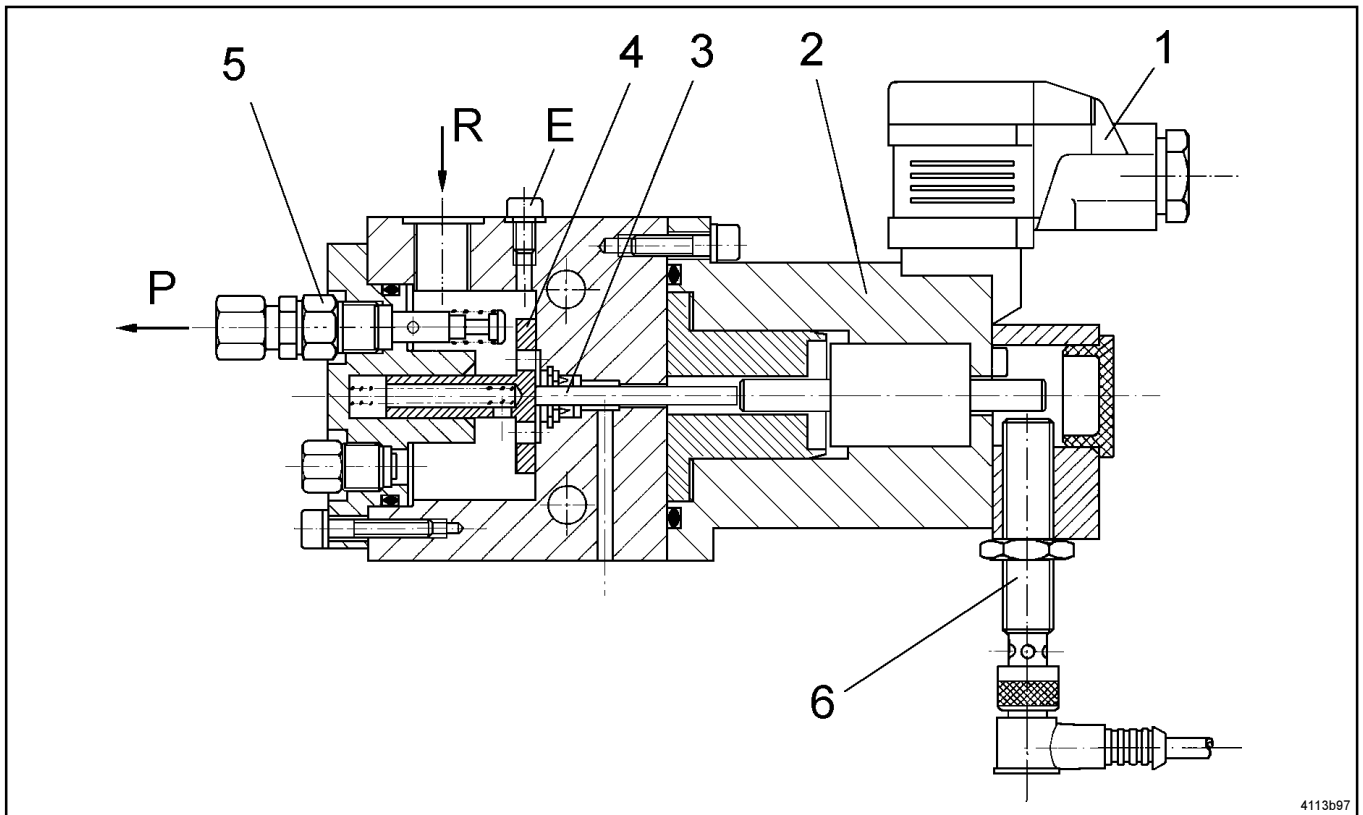

Abb. 2 - Schnittzeichnung der Magnetpumpe
- Der Antrieb der Pumpe erfolgt durch einen Elektromagneten (2 Abb. 2).
- Der Anker des Elektromagneten (2, Abb. 2), erhält über den Näherungsschalter (7, Abb. 1) einen elektrischen Impuls (Ansteuerung). Er schlägt dabei über den Stößel (3, Abb. 2) auf die Druckplatte (4). Die Druckplatte versetzt die Kolben in den Pumpenelementen (5) in Bewegung.
- Die Kolben stoßen eine dosierte Ölmenge zum Druckschluß (P) aus. Der Rückhub der Pumpenkolben und des Ankers erfolgt über Federkraft. Beim Rückhub saugen die Kolben aus dem Vorratsraum frisches Öl an. Die Pumpe ist bereit für den nächsten Schmierimpuls.
- Der Näherungsschalter (6, Abb. 2; Ausstattung wahlweise) überwacht die Bewegung des Magneten und dadurch auch die Funktion der Pumpe.
- \* Entlüftungsschraube (E, Abb. 2) herausdrehen, bis das Öl ausgetreten ist. Danach die Entlüftungsschraube wieder einschrauben.